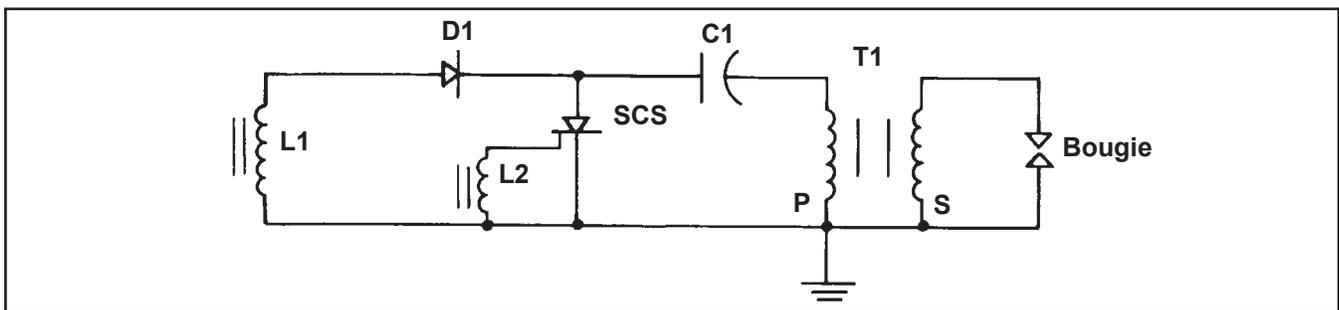
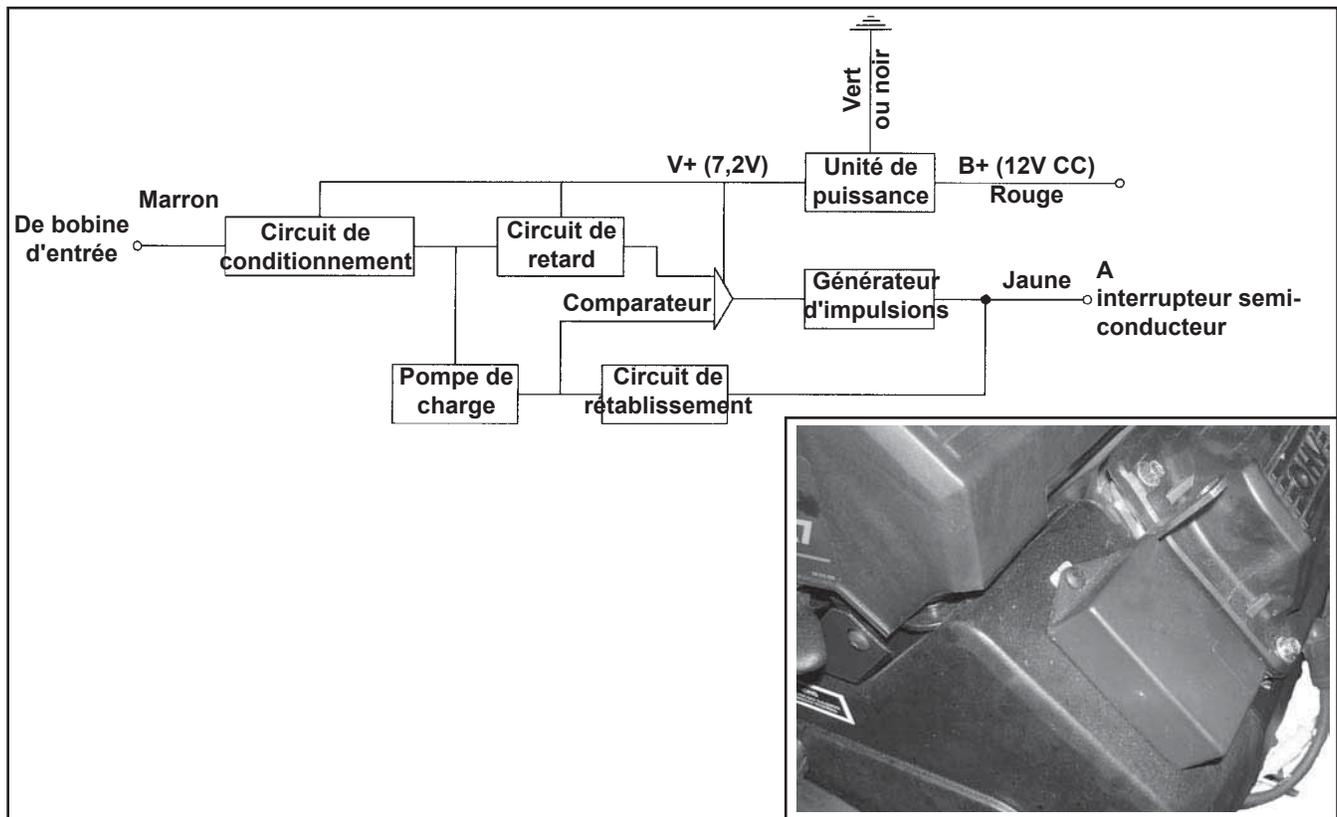

Figure 8-5. Schéma du module d'allumage à décharge capacitive.
Figure 8-7. Diagramme du bloc - Module d'avance d'allumage.
- Une unité de contrôle d'avance d'allumage montée sur le carénage du moteur (Figure 8-7).
Fonctionnement : Le module d'allumage de ce système fonctionne de la même manière que celui à distribution fixe, sauf que le circuit de déclenchement du semi-conducteur (L2, Figure 8-5) est remplacé par le module d'avance d'allumage (Figure 8-7).
L'impulsion générée par la bobine d'entrée du module d'allumage (L1, Figure 8-5) est envoyée à l'entrée du circuit de conditionnement. Le circuit de conditionnement modifie l'impulsion pour qu'elle puisse être utilisée par les circuits additionnels. Cette impulsion commence à amorcer la pompe, qui charge ensuite un condensateur d'une manière linéaire directement en fonction de la vitesse du moteur. L'impulsion réinitialise simultanément le circuit de retard pour la longueur de l'amplitude d'impulsion. Le comparateur n'est pas activé pendant cette séquence et aucune puissance n'est générée. Dès que l'impulsion initiale revient à zéro, le condensateur du circuit de retard commence à se charger.
Lorsque la charge du condensateur de délai est supérieure à celle du condensateur de la pompe de charge, le comparateur change d'état et active le générateur d'impulsions. Cette impulsion active le semi-conducteur du module d'allumage CD. L'énergie est alors transférée à l'enroulement secondaire du transformateur à la sortie (T1, Figure 8-5). L'impulsion haute tension est envoyée à la bougie, provoque la formation d'un arc électrique de l'écartement de la bougie et allume le mélange air-carburant dans la chambre de combustion. Quand l'impulsion de déclenchement est générée, tous les circuits associés sont réinitialisés et leurs condensateurs sont déchargés. Plus le circuit de retard est long à dépasser la tension du condensateur de la pompe de charge, plus l'impulsion de déclenchement sera tardive, différant ainsi la distribution.